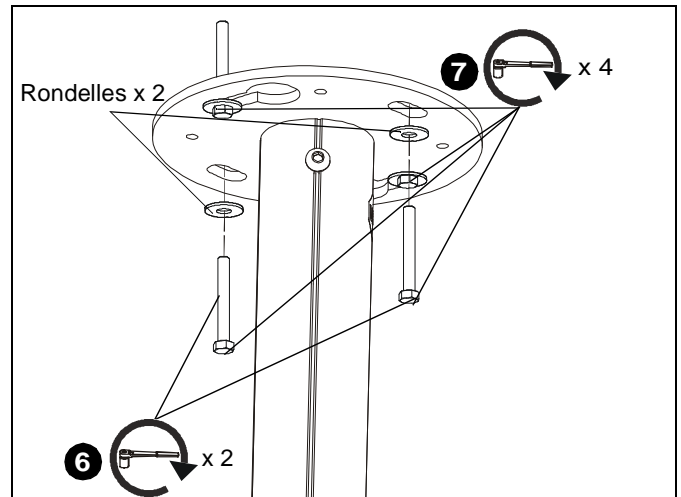

Figure 9
6. Installez les deux boulons 8 mm x 7 mm (5/16" x 2 3/4") (non fournis) à travers deux rondelles plates de 8 mm (5/16") (non fournies) dans des trous situés sur la plaque du plafond (A) et dans le dispositif d'encrage. (Voir la Figure 9)
7. Serrez les quatre boulons pour fixer la plaque au plafond. (Voir la Figure 9)